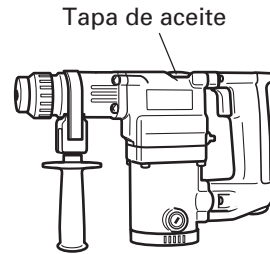

Fig. 19
- (1) Quitar la tapa de aceite y limpiar completamente la grasa vieja del interior. (Fig.19)
- (2) Aplicar 17,5g (la cantidad estándar para cubrir la biela) de grasa para Martillo Eléctrico Hitachi de tipo A en el cárter.
- (3) Después de cambiar la grasa, instalar firmemente la tapa de aceite. En este momento, no dañar ni perder la junta tórica.